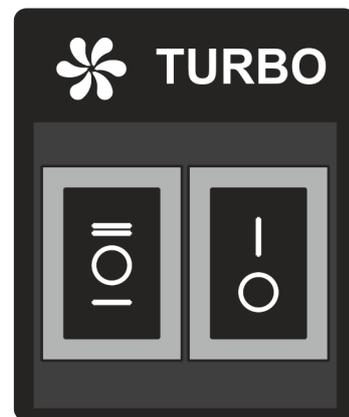

Рис.5
7.3 На боковинах корпуса размещен клавишный переключатель режимов работы и включения лампы освещения (рис.5).